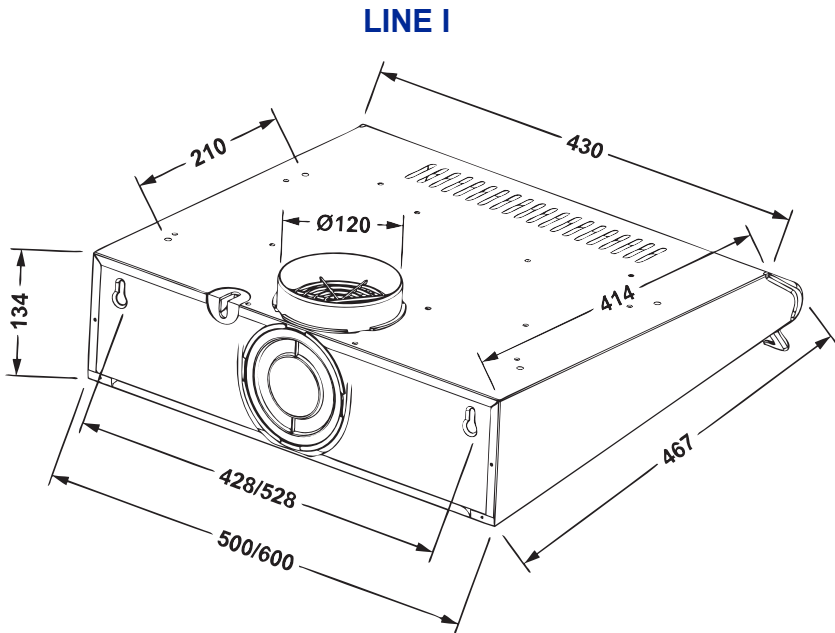

Рис. 3
«Line I» Ø 3мм. (рис.3).
- для витяжки «Line I» - 2 або 4 шурупами ПКГ 4 x 12 з шайбами 4, які вкручуються зсередини витяжки в отвори, розташовані на верхній площині корпусу **(рис.3)**.
В режимі рециркуляції (рис.3) витяжка не підключається до вентиляційної шахти кухні та повітря проходить через встановлені у витяжці алюмінієві жирові фільтри і вугільні запахловлюючі фільтри (які купуються окремо) і повертається назад в кухню через вентиляційні пази **C**.